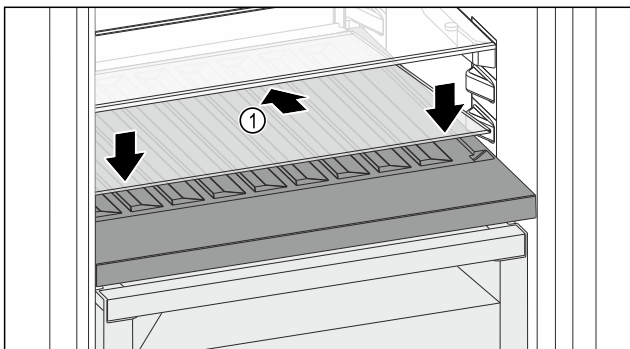

Fig. 118
- Glasplaat Fig. 118 (1) schuin naar achteren en naar beneden plaatsen.
- Glasplaat Fig. 118 (1) aan de voorzijde laten zakken.